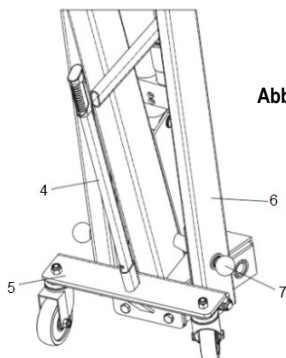

Abb. 8
4. Armeinstellung: Drücken Sie den Knopf; schieben und ziehen Sie den Verlängerungsstiel des Hakens bis zur gewünschten Länge (Abb. 8).